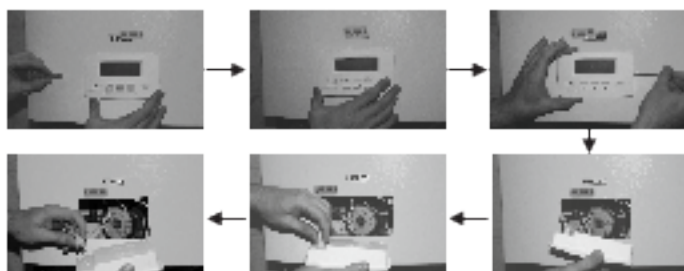

Рисунок 2
4.3 Для подключения прибора и ремонтно-профилактических работ необходимо снять панель лицевую (1) с кожуха (2). Для этого необходимо открутить и снять блок управления (3). Порядок отсоединения блока управления выполнен на рис. 2.